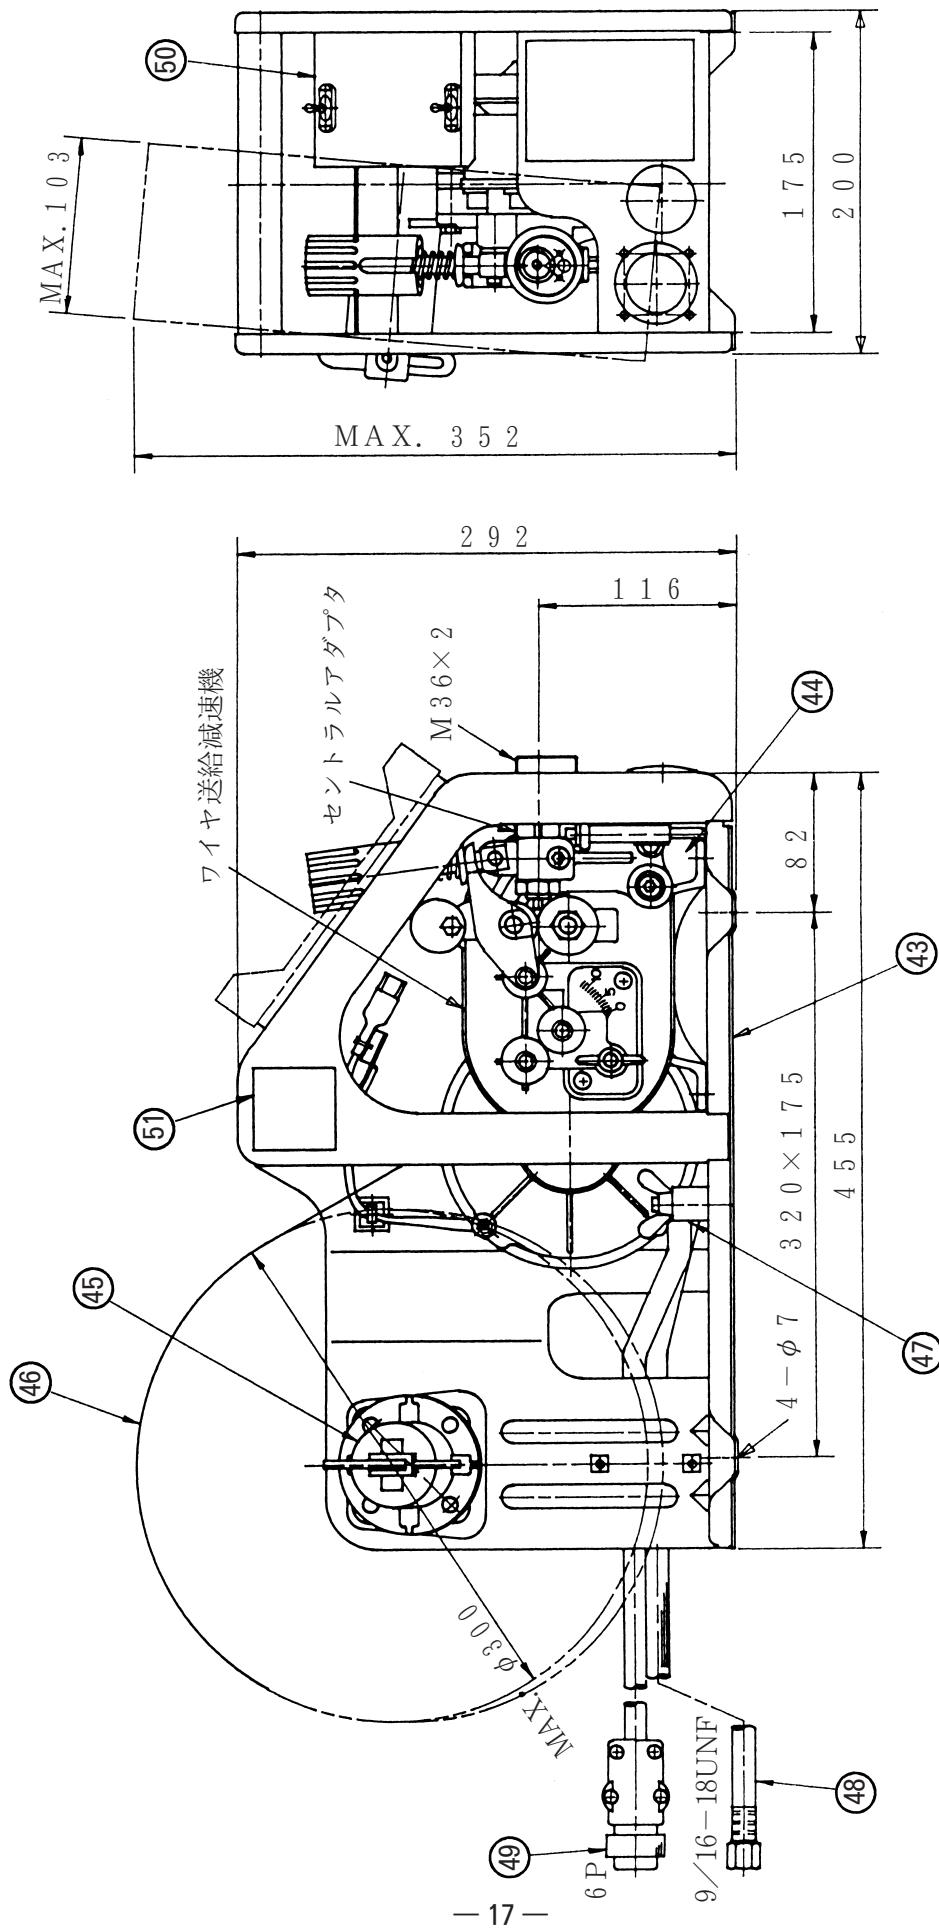

図1. CM-2302-CML-2302形ワイヤ送給装置外形図
⑨ パーツリスト (つづき)
9.2 その他の (図1参照)